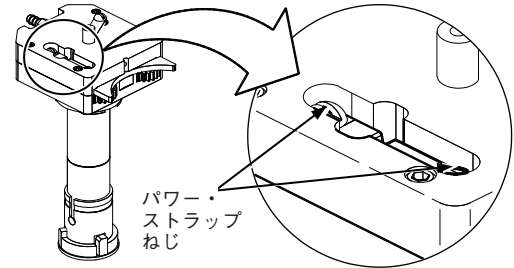

図 30：パワー・ストラップねじの検査を行う
11. パワー・ストラップねじが2本とも締め付けられていることを確認します。図 30 をご参照ください。